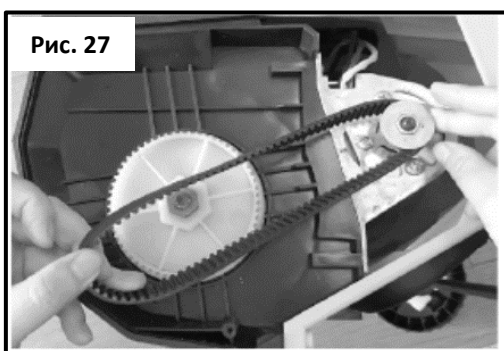

Рис. 27
- Сначала наденьте ремень на ведущий шкив, а затем - на нижний конец шкива шнека. (см. рис. 27)